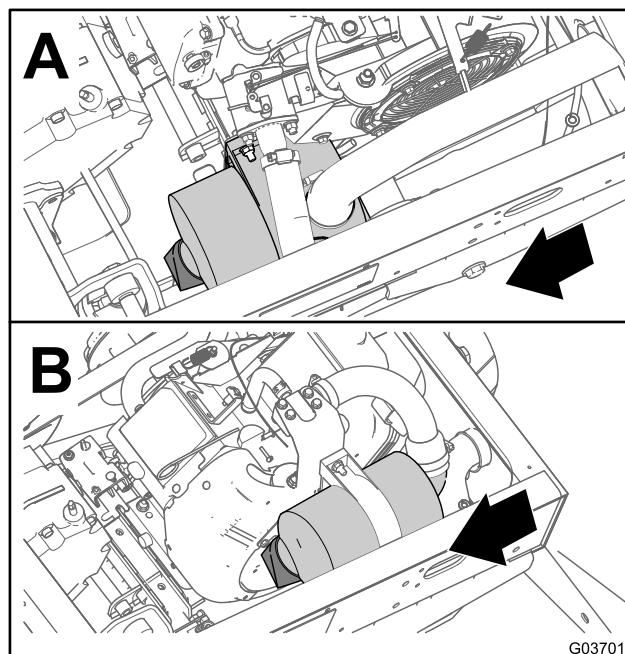
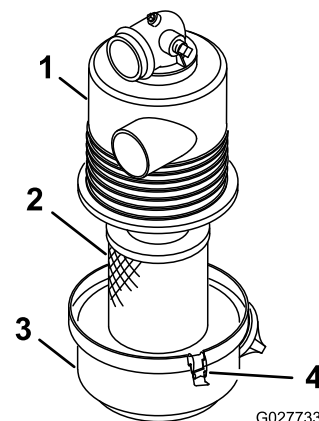

Figura 32
Figura 33
2. Verifique se existe algum dano no corpo do filtro de ar que possa provocar uma fuga de ar (Figura 32 e Figura 33).
3. Liberte os trincos que fixam a cobertura do filtro de ar à respetiva caixa (Figura 33).
4. Separe a cobertura do filtro de ar da caixa e limpe o interior da cobertura (Figura 33).
3. Insira o elemento do filtro de ar na caixa do filtro (Figura 33).
4. Alinhe a cobertura do filtro do ar com a caixa (Figura 33).
5. Prenda a cobertura à caixa com as patilhas (Figura 33).